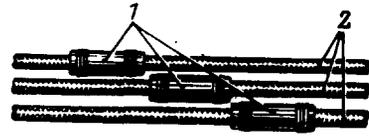

Рис. 57. Расположение стыков проводов в жгуте:
6. Если на одном участке жгута повреждено несколько проводов, то места стыков проводов и вставок располагать с некоторым смещением по длине жгута так, чтобы утолщенные места стыков располагались ступенями, как это показано на рис. 57. При большом количестве поврежденных проводов для стыковки рекомендуется применять штепсельный разъем.